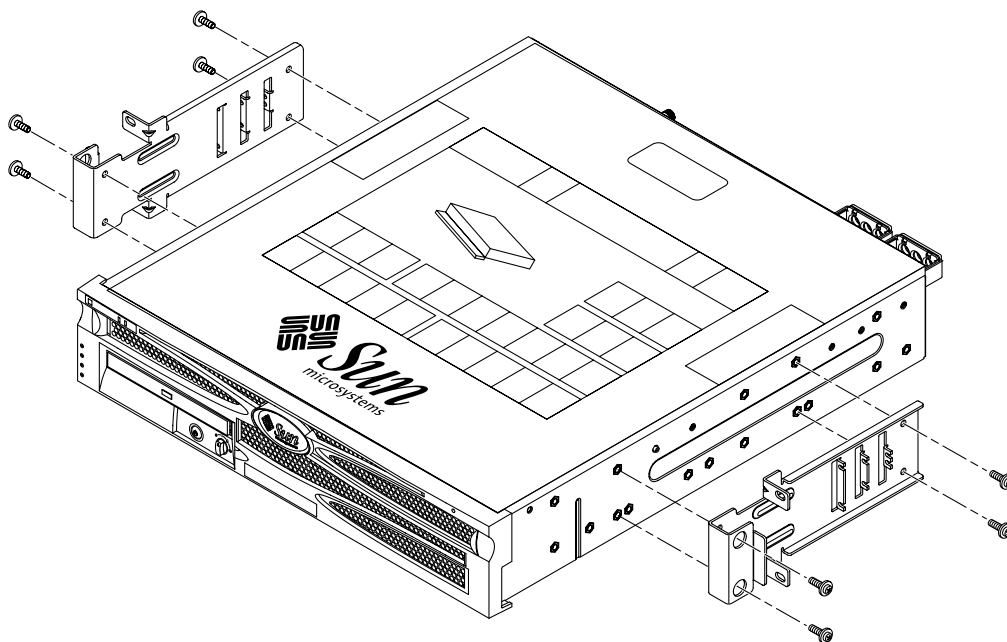

BILD 3-31 Skruva fast sidoskenorna på serverns sidor
2. Använd fyra M5 × 10 SEM-skruvar för varje sidoskena och skruva fast skenorna på serverns sidor (BILD 3-31).